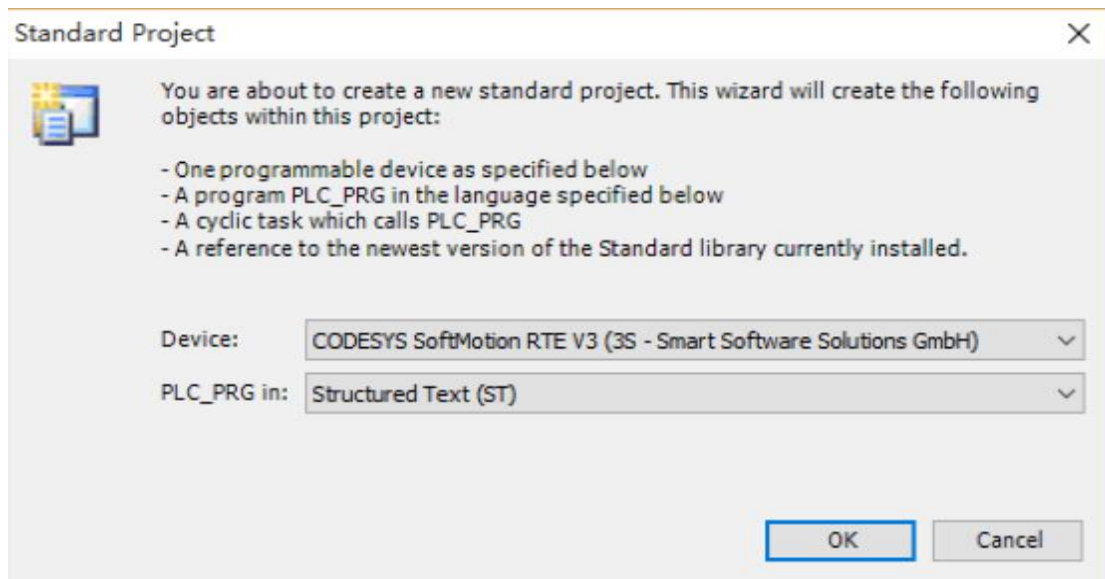

图 2-5-8 新建程序 Standard Project
- 1、打开 Codesys 开发软件, 新建一个程序 Standard Project, 如图 2-5-8: